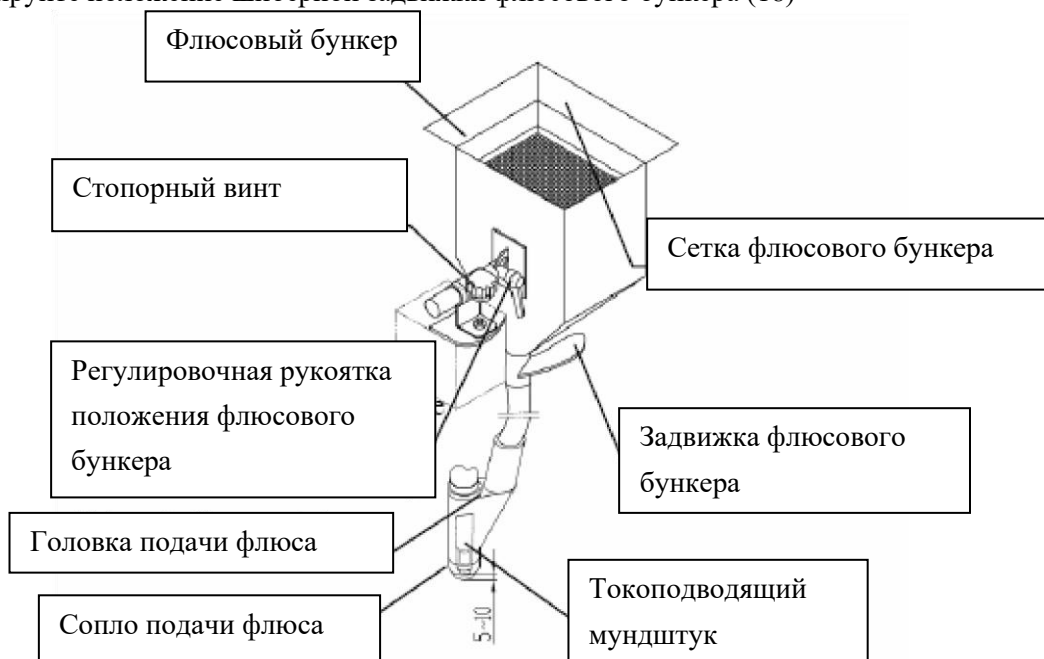

Рисунок 15: Проверка положения и угла установки флюсового бункера
Установка диаметра проволоки	Величина отклонения H (см. Рисунок 15)
7. Проверка положения и угла установки флюсового бункера (см. Рисунок 15)
- Установите необходимый угол головки подачи флюса (25) для правильной подачи флюса
- Отрегулируйте положение шиберной задвижки флюсового бункера (18)